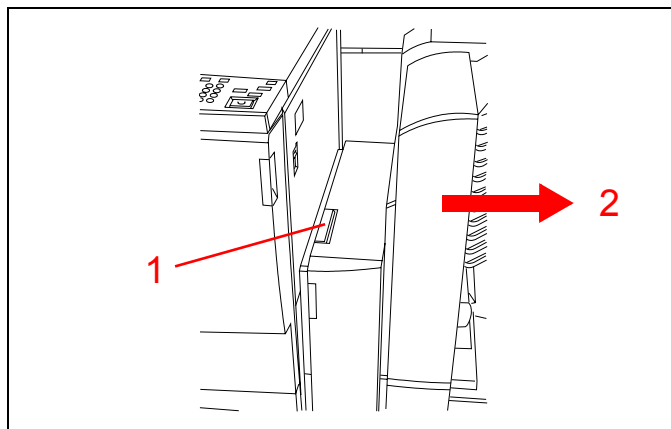

Figur 14
**Vis**, hvordan højre sidelåge åbnes. Se figur 14.